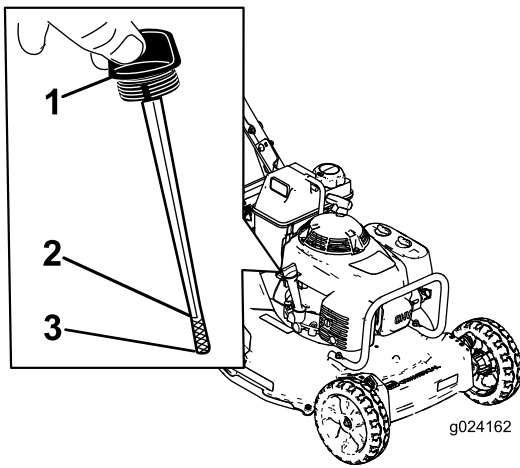

Figure 6
Avant chaque utilisation, vérifiez que le niveau d'huile arrive entre les repères inférieur et supérieur sur la jauge (Figure 6).
2. Nettoyez la surface autour de la jauge (Figure 6).